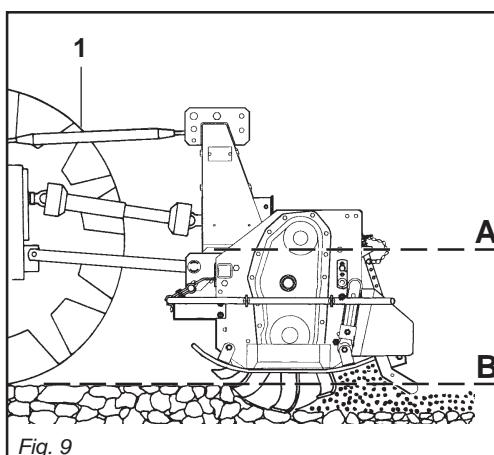

Fig. 9
- 4) Collegare il terzo punto superiore ed effettuare una corretta regolazione con il tirante (1 Fig. 9) verificando che il piano superiore della macchina (A Fig. 9) risulti parallelo al piano terra (B Fig. 9).
- 4) *Connect the upper third-point and correctly regulate by means of the adjuster (1 Fig. 9), checking that the upper surface of the machine (A Fig. 9) is parallel to the ground (B Fig. 9).*
- 4) *Reliez le troisième point supérieur et réglez correctement à l'aide du tirant (1 Fig. 9).*
Assurez-vous que le plan supérieur de la machine (A Fig. 9) soit pratiquement parallèle au terrain (B Fig. 9).
- 4) *Den oberen Kupplungspunkt anschließen und den oberen Lenker (1 Abb. 9) korrekt einstellen. Sicherstellen, daß die obere Haubenkante der Maschine (A Abb. 9) parallel zum Boden (B Abb. 9) steht.*
- 4) Conectar el tercer punto superior y efectuar una correcta regulación con el tirante de regulación (1 Fig. 9) controlando que el plano superior de la máquina (A Fig. 9) resulte paralelo al plano al nivel del suelo (B Fig. 9).